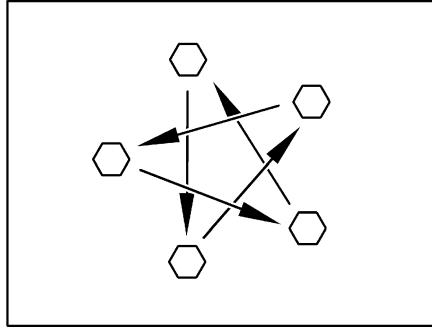

Bild 406 Radmuttern oder Radschrauben über Kreuz anziehen
- Radmuttern oder Radschrauben regelmäßig auf festen Sitz prüfen. Radmuttern oder Radschrauben eines ausgewechselten Rades nach 50 km über Kreuz nachziehen (Bild 406).
- ▶ Radmuttern oder Radschrauben über Kreuz anziehen (Bild 406).